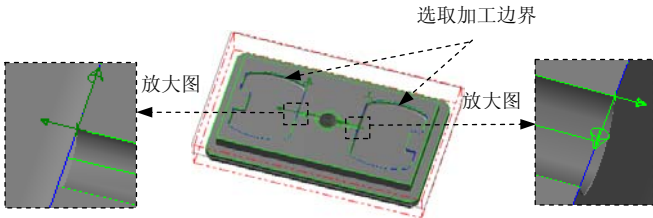

图 20.47 选取加工边界
Step2. 设置加工区域。在图形区中选取图 20.47 所示的边线，系统自动选取图 20.47 所示的边链。单击  按钮，完成加工区域的设置，同时系统弹出“2D 刀具路径-外形铣削”对话框。